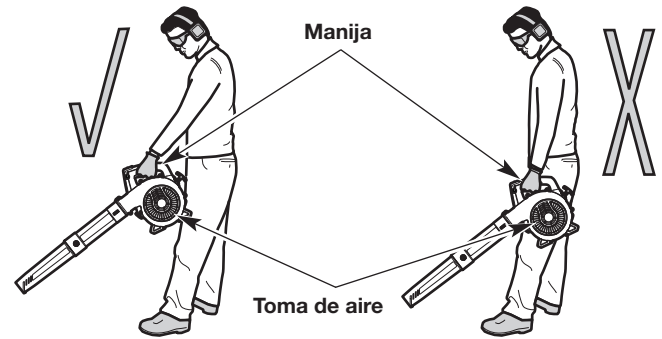

Fig. 9
- Párese en la posición de arranque (Fig. 9). Párese derecho. No se incline sobre el aparato.
- Sostenga la unidad delante y separada del cuerpo (Fig. 9).
ADVERTENCIA: A fin de evitar que se produzcan lesiones graves o daños a la unidad, **NO** sostenga la unidad en su costado (Fig. 9). El motor puede estar muy caliente. **NUNCA** bloquee la toma de aire.